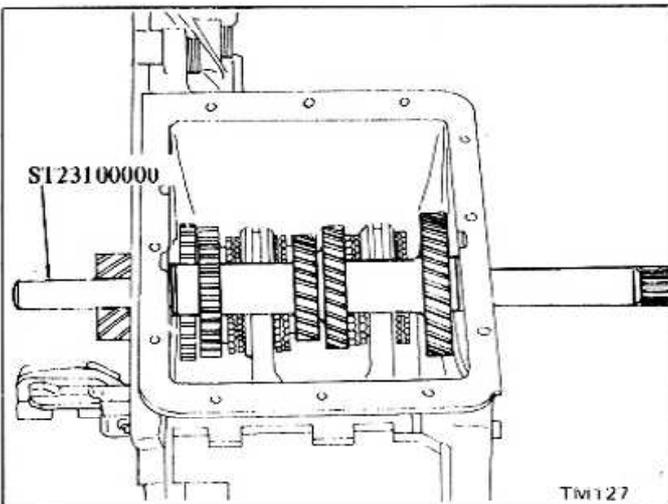

Fig. TM-34 Montage de l'arbre de pignon de renvoi
2. A l'aide de l'outil spécial "Guide d'arbre de renvoi ST23100000" placé sur le pignon de renvoi, monter le pignon de renvoi sur la boîte de vitesse. Insérer l'arbre de pignon de renvoi dans l'alésage du pignon de renvoi, puis extraire l'outil spécial comme indiqué dans la figure TM-34.